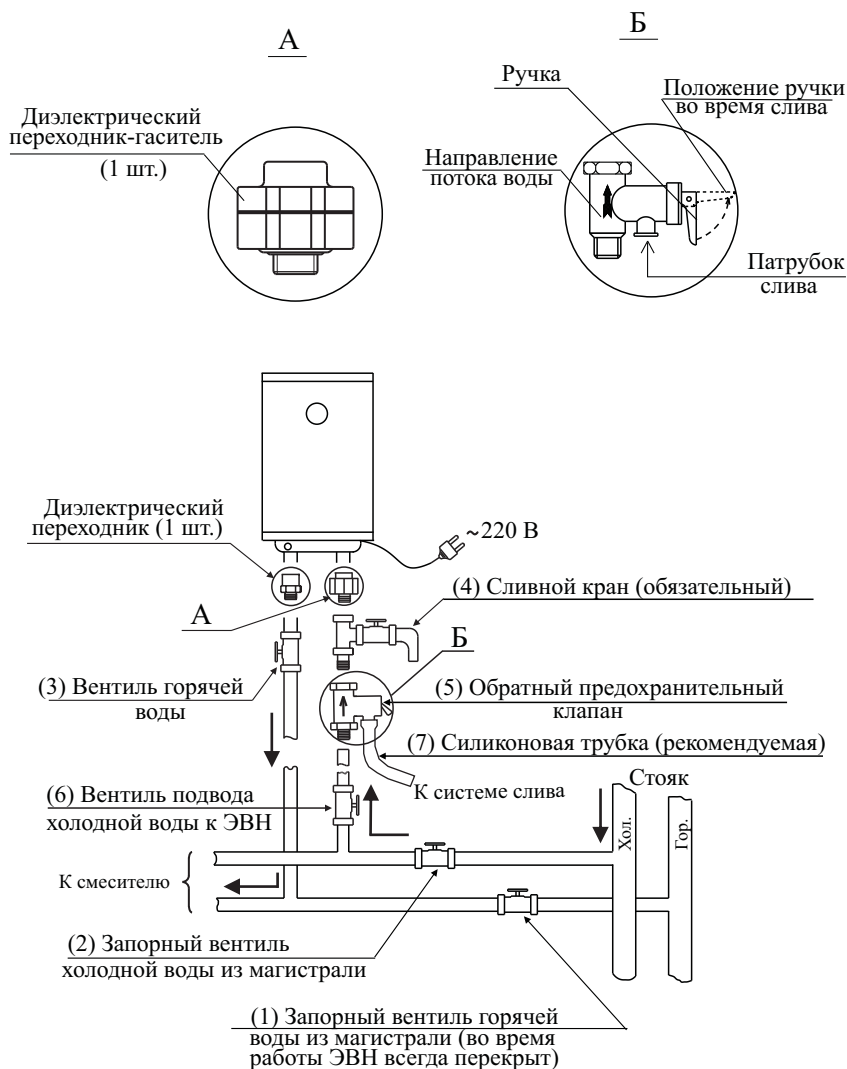

Рисунок 5 - Схема подключения к водопроводной сети
Подключение входа и выхода ЭВН к магистральным трубам холодной и горячей воды (см. рис. 5) обязательно должно осуществляться:
- Заполните ЭВН водой. Для этого перекройте запорный вентиль горячей воды из магистрали (1), закройте сливной кран (4), откройте запорный вентиль холодной воды из магистрали (2), вентиль подвода холодной воды к ЭВН (6), вентиль горячей воды (3) и кран горячей воды на смесителе. ЭВН заполнен, когда из крана горячей воды на смесителе начнет вытекать, с полным напором, вода. Закройте кран горячей воды на смесителе (см. рисунок 5).
- При необходимости полного слива воды из ЭВН (например, при профилактике) надо отключить его от электрической сети, перекрыть вентиль подвода холодной воды к ЭВН (6), вентиль горячей воды (3) должен быть открытым, открыть кран горячей воды на смесителе и сливной кран (4), через который и слить воду (см. рисунок 5).